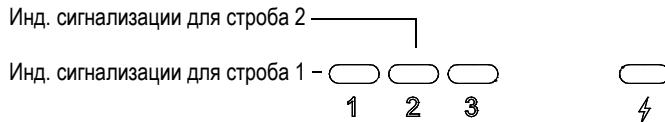

Рис. 2-12 Световые индикаторы строба 1 и строба 2
- Загорается один из двух световых индикаторов сигнализации на передней панели EPOCH 600 (см. Рис. 2-12 на стр. 43).